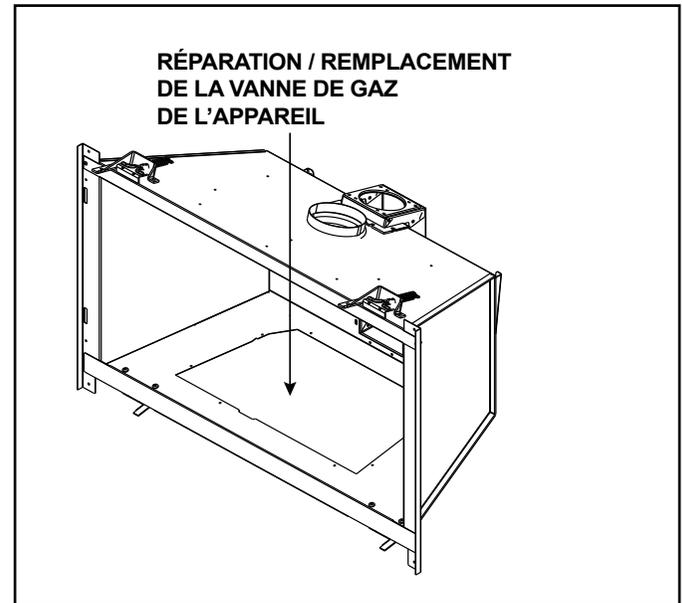

Figure 7.6 Accès à la vanne du gaz
2. Accédez au gaz comme indiqué dans la figure 7.6 et procédez aux réparations et/ou au remplacement.